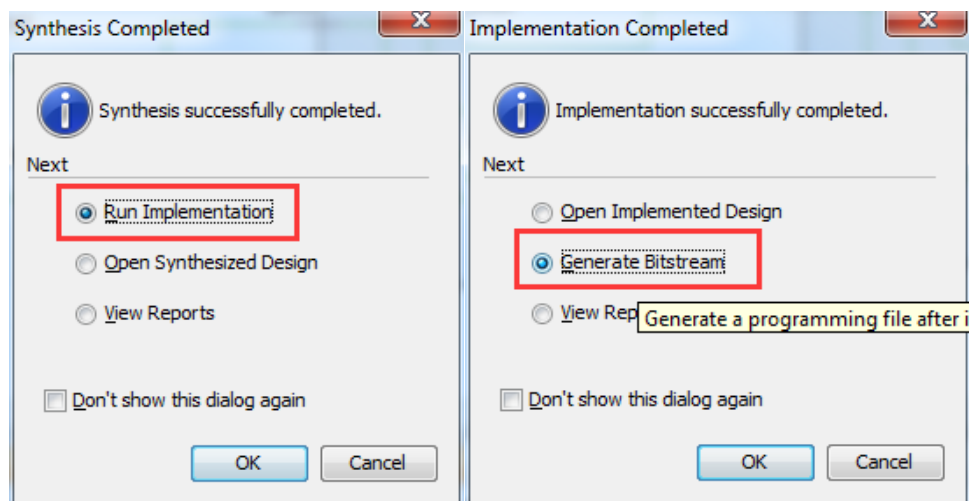

图 2-19 进行工程实现图 2-20 生成编译文件
5) 完成综合验证后, 选择 Run Implementation, 进行工程实现, 如图 2-19。